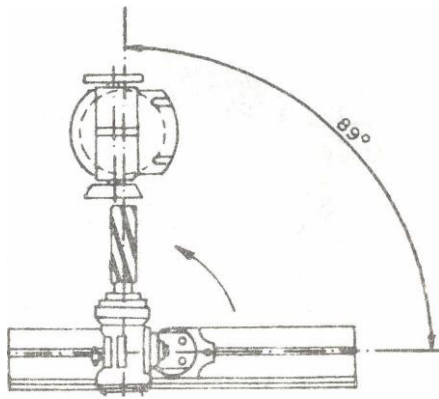

Fig.50
2. Posicione los dientes frontales de la herramienta inclinando el cabezal porta piezas a 89° (Fig. 50).